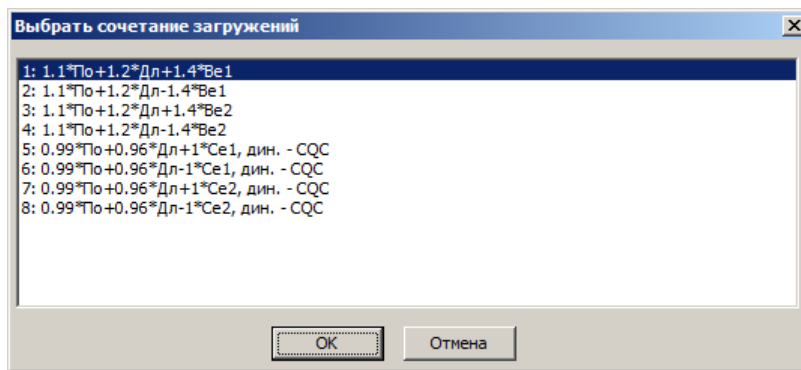

Рис.15.5.2. Окно диалога **Выбрать сочетание нагрузений**
- В открывшемся окне диалога **Выбрать сочетания нагрузжений** выберите из списка сочетание нагрузжений №1 (рис. 15.5.2).